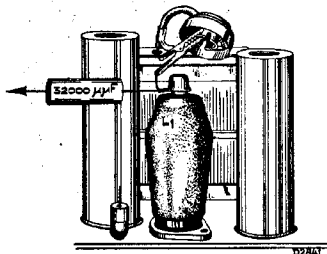

Fig. 2
4. Gemoduleerd signaal van 128 k.c. via 32000 μF aansluiten aan topverbinding van L1 (zie fig. 2).